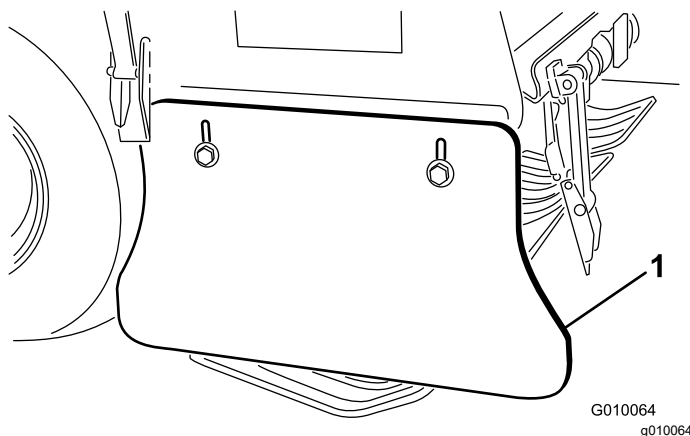

図 183
2. サイドシールドをコアリングヘッドのフレームに固定しているキャップスクリューとフランジロックナットをゆるめる **図 183**。